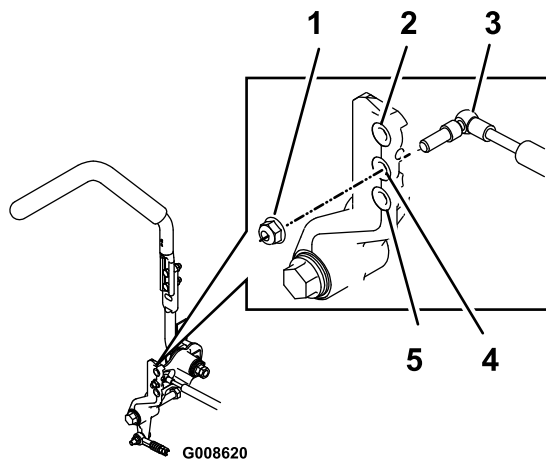

Figura 64
2. Retire la contratuerca, mueva el perno de montaje del amortiguador a la posición deseada e instale la contratuerca. Consulte las opciones de montaje en Figura 64.